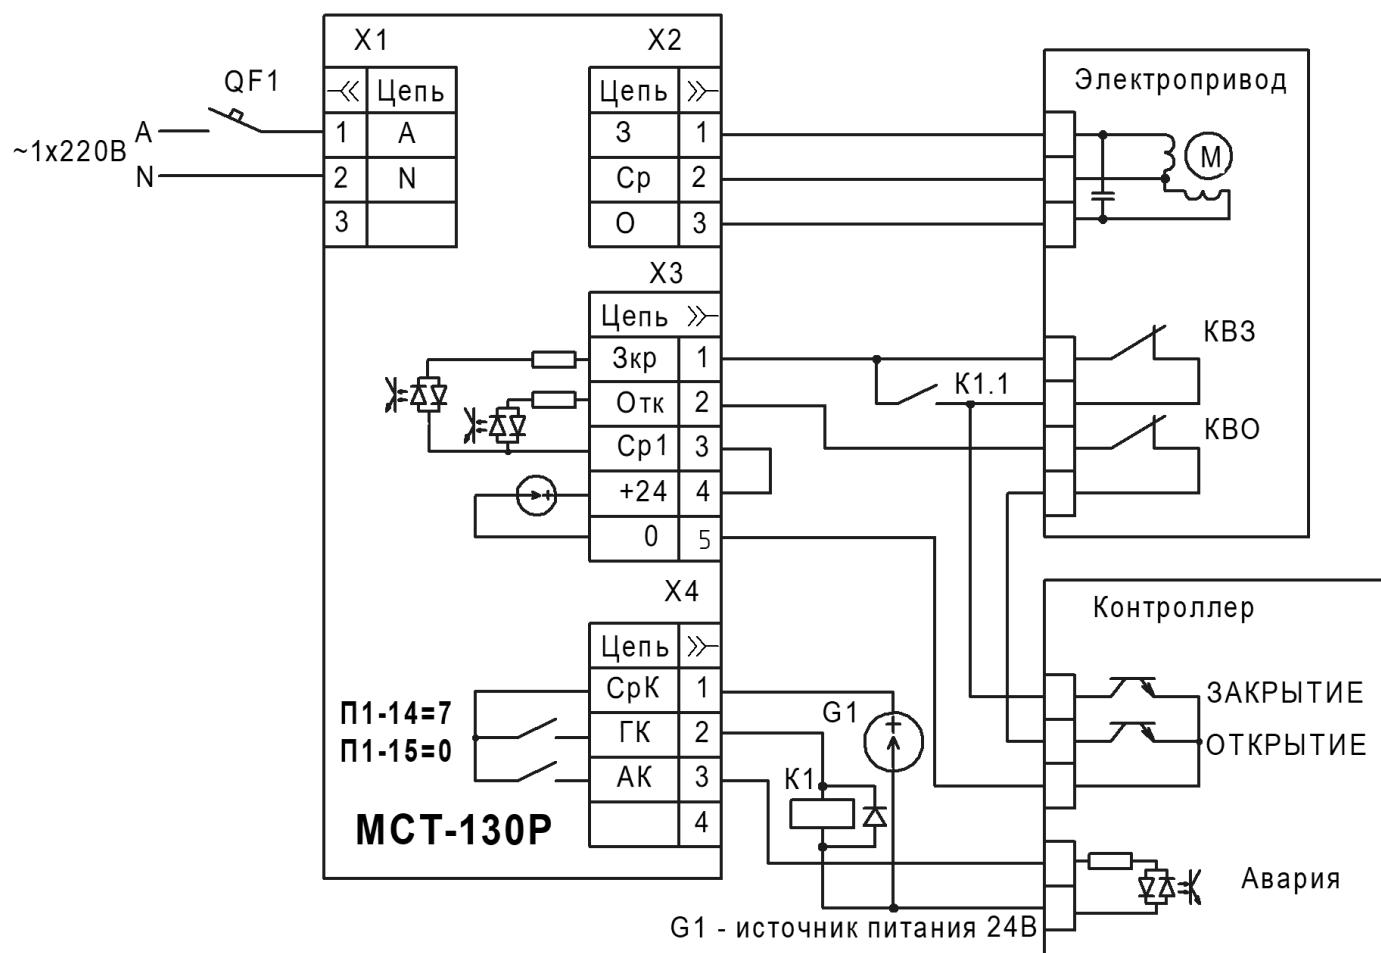

Рисунок 13 - Пример схемы подключения с функцией дожима задвижки
1.17.1 Настройка тока **П2-05, П2-06**, также используется для сигнала «реле токового дожима», который включается при работе ЭД на закрытие и отключается при превышении полного или активного тока уставок **П2-05, П2-06**. Сигнал должен быть назначен на реле «**ГК**» или «**АК**» (**П1-14, П1-15, значение [7]**). Данный сигнал через промежуточное реле может быть включен параллельно концевому выключателю закрытия (пример на рис. 13).